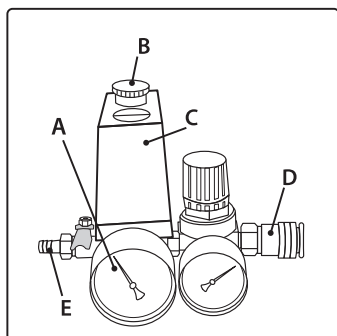

рис. 11
Компрессор работает полностью автоматически при помощи реле давления (С) (рис. 11), останавливающего двигатель по достижении максимального давления и запускающего компрессор при падении давления до минимального установленного уровня (на 2 бара меньше максимального рабочего давления).
Подключение пневматического инструмента к компрессору осуществляется с помощью выходного быстросъемного штуцера (D) или штуцера «елка» (E) (рис. 11).